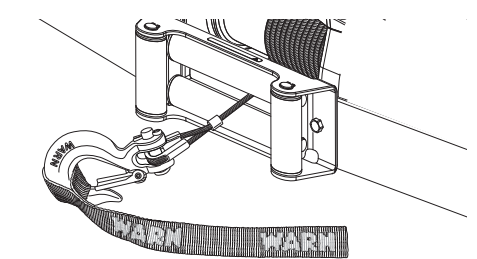

Figura 8
11. Acople el gancho y su correa al cable del cabestrante y vuelva a activar el embrague. Figura 8.